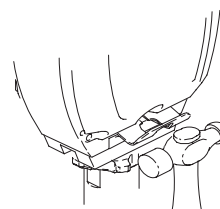

Fig. 19
6. Fig. 19. Afloje la contratuerca golpeándola firmemente con un martillo de 567 g (máximo). Desenrosque la bomba.